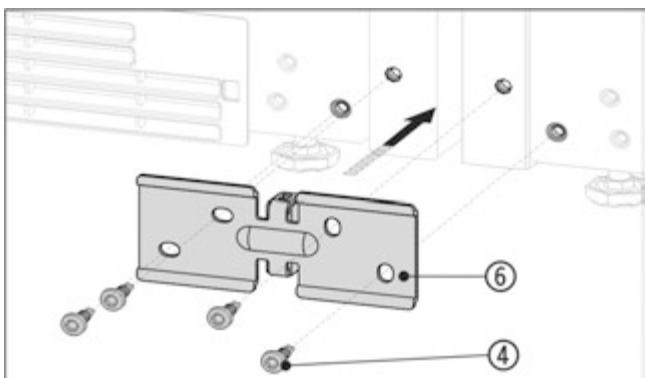

Fig. 15 Приблизне відображення
- Всунути кут Fig. 15 (6) з дистанційною прокладкою між пристроями і трохи прикрутити з допомогою 4 гвинтів Fig. 15 (4).